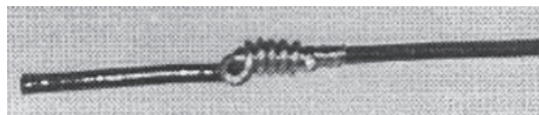

figura 21
7. Aspecto final da emenda (**figura 21**).